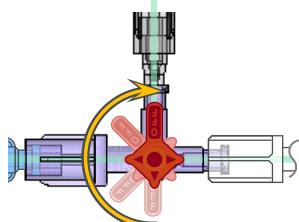

Figura 8 – Șuntare sistem (Economisiri dezactivate)
- Pentru a șunta sistemul DyeVert Power XT (respectiv, fără deviere), orientați robinetul de închidere DyeVert Power XT în poziția OFF (încis) către robinetul de închidere pentru selecția supapei (a se vedea Figura 8). Sistemul Power XT trebuie șuntat în următoarele cazuri: spălarea cu soluție salină a cateterelor sau administrarea medicamentelor.